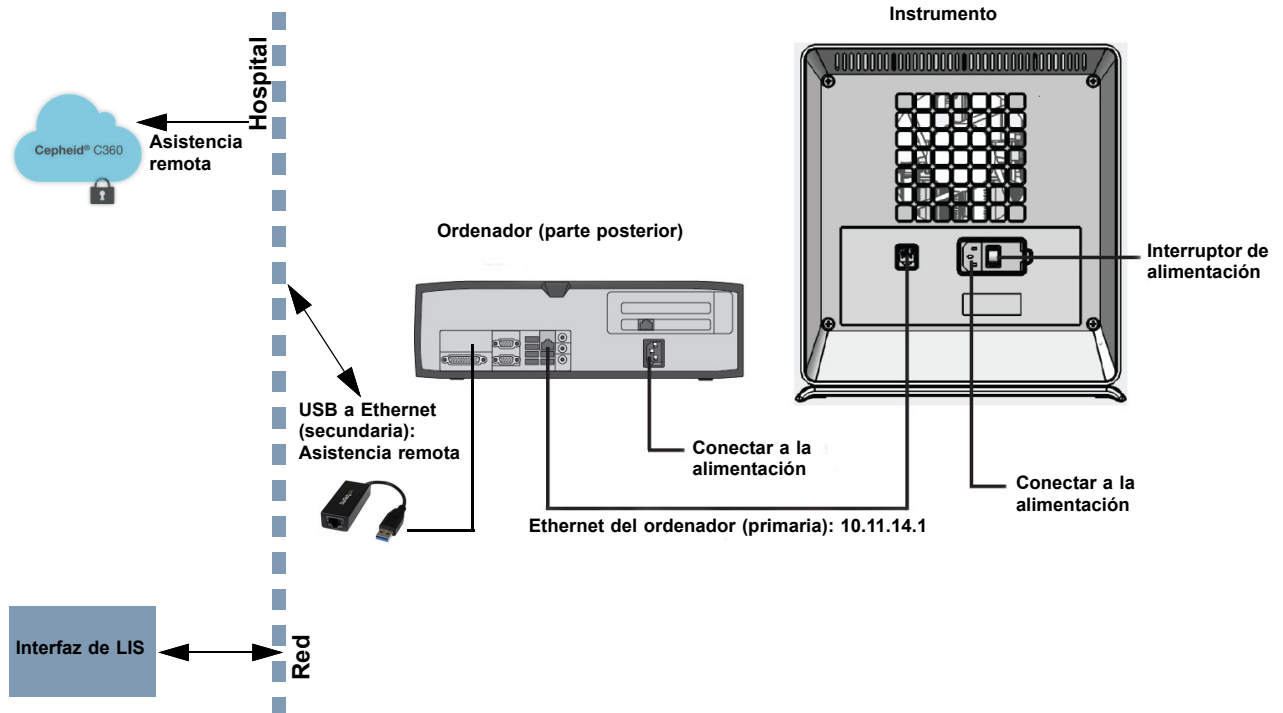
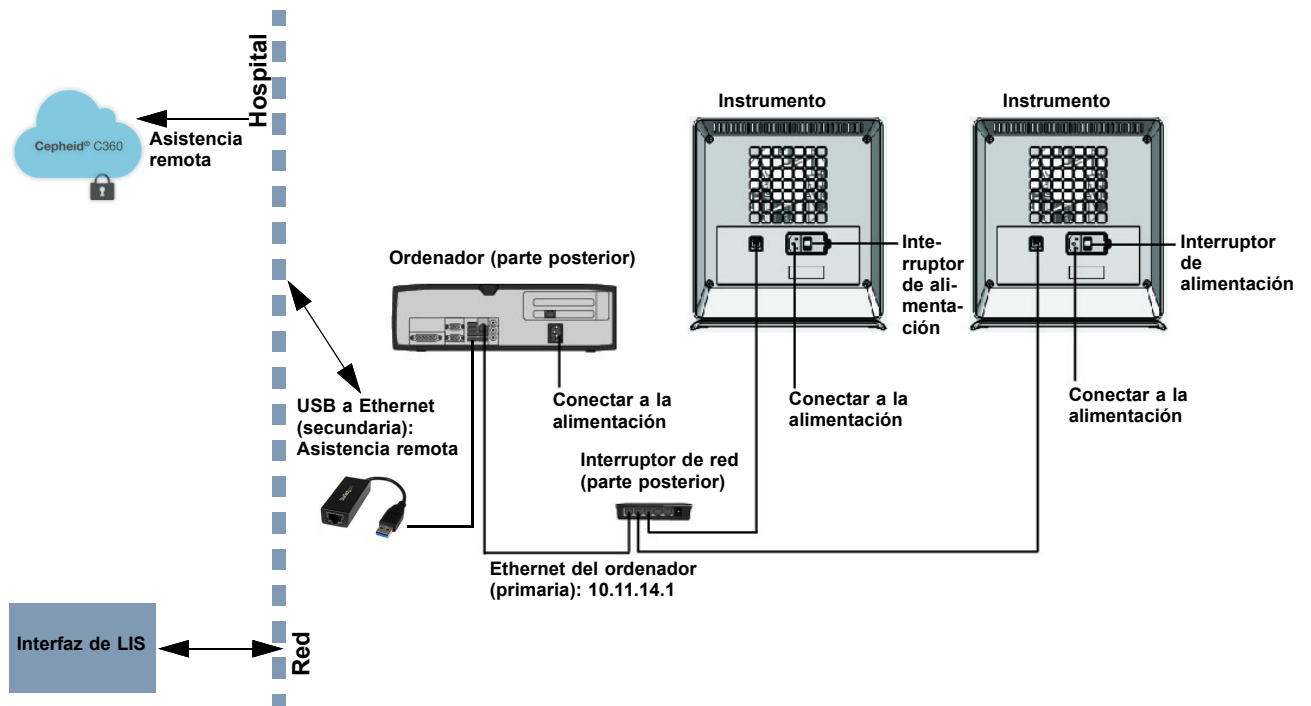

Figura 2-11. Conexión del instrumento GX-IV a C360
Figura 2-12. Conexión de varios instrumentos GX-IV a C360
3. Confirme que la conexión Ethernet primaria del ordenador al instrumento (consulte la figura 2-11) o al interruptor de red (para varios instrumentos como se muestra en la figura 2-12) está utilizando la dirección IP **10.11.14.1**.